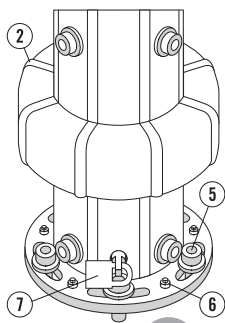

Fig. 4
- Allentare la croce girevole (11) e sistemarla in una busta di plastica nella capsula da incassare.
- Con la traversa di fissaggio (2) avvitare la rondella della cerniera e l'anello di pressione riabbassato (Fig. 4).